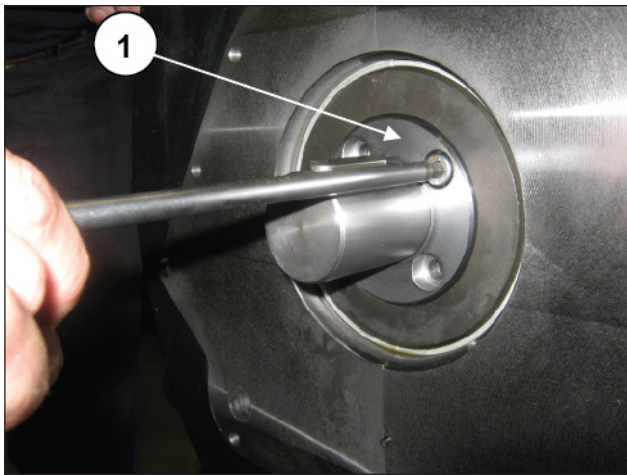

Fig. 24
Solte os quatro parafusos M8 (pos. ①, Fig. 24) e remova o espigão de comando da bomba de óleo do eixo de manivela.